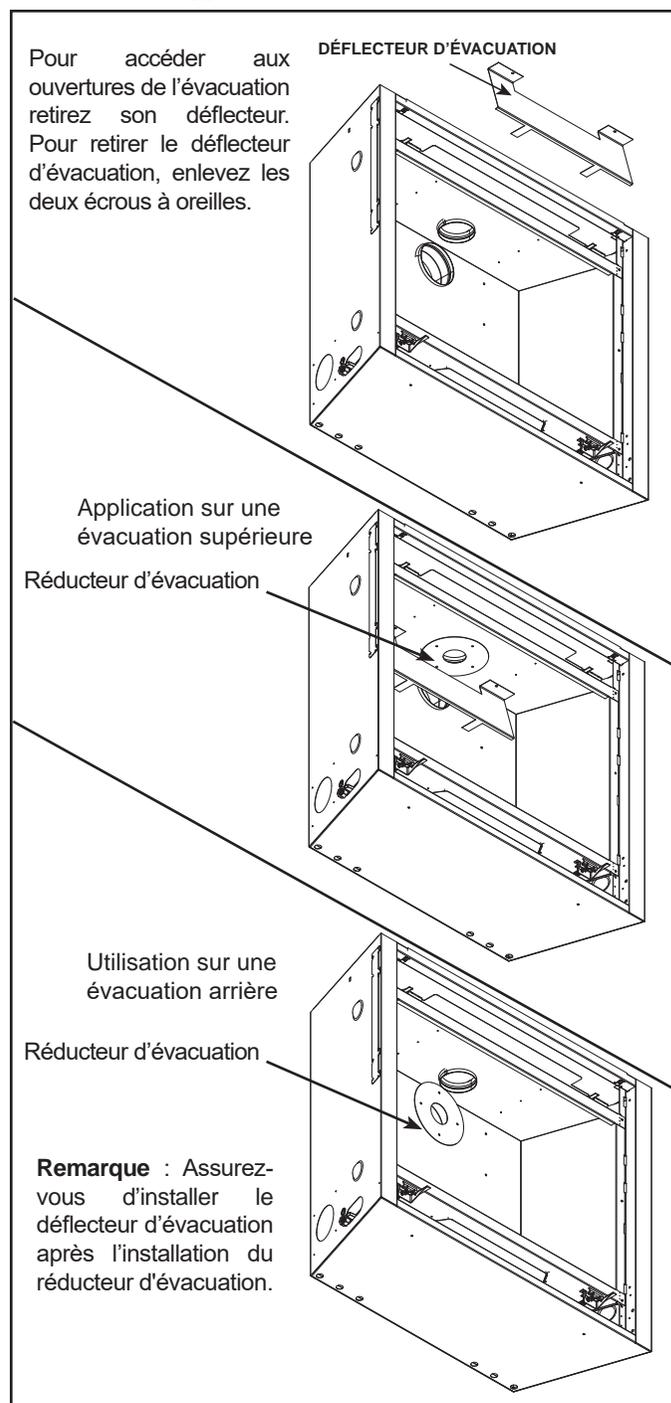

Figure 4.16
1. Installez le réducteur d'évacuation sur le centre de la sortie d'air sur la boîte à feu. Voir la figure 4.16